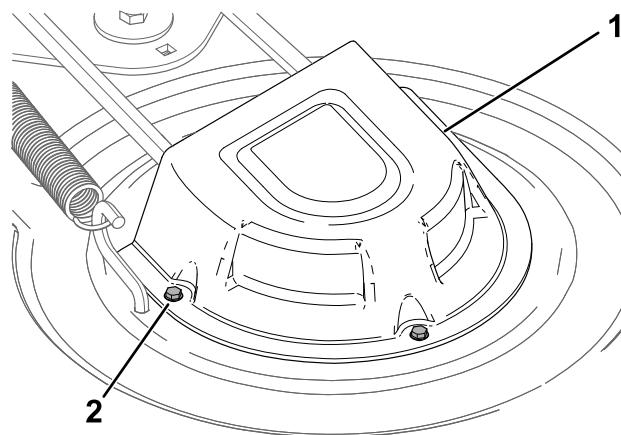

Figure 55
5. Desserrez les vis et déposez le couvercle des poulies (Figure 55).